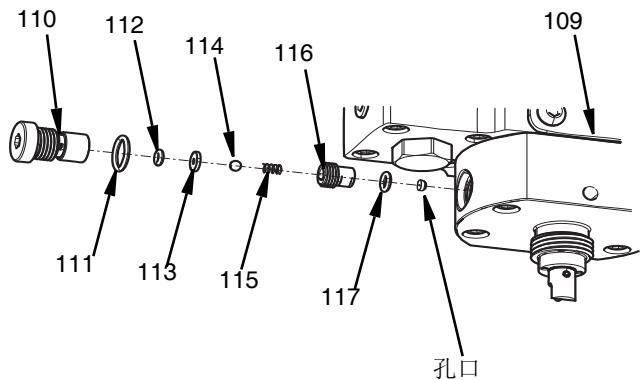

图 30
5. 从止回阀（110）上卸下止回球（114）、压缩弹簧（115）、阀座（113）和 O 形圈垫片（112）。参见图 30。